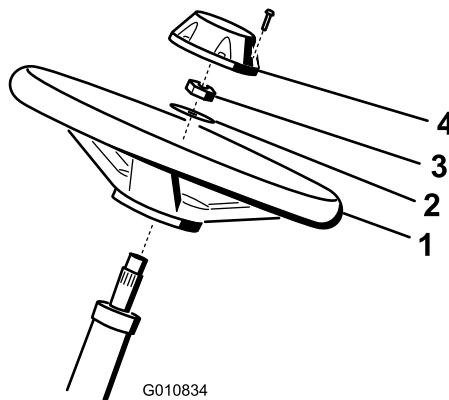

图4
1. 将方向盘滑入转向轴 图4。
2. 将垫圈滑入转向轴 图4。
3. 使用锁紧螺母将方向盘固定到转向轴上上紧扭矩至 $27\,35\text{N}\cdot\text{m}$ 图4。
4. 将中心盖安装到方向盘上并用 6 个螺栓固定 图4。